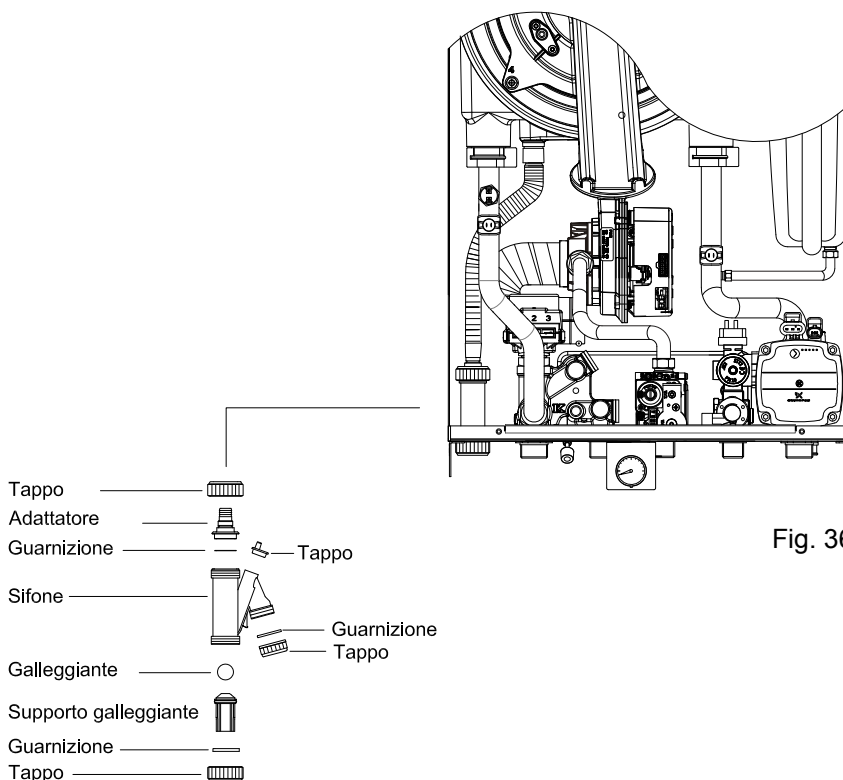

Fig. 36
7.16 - PULIZIA E SOSTITUZIONE RACCOGLI CONDENSA (Fig. 36)